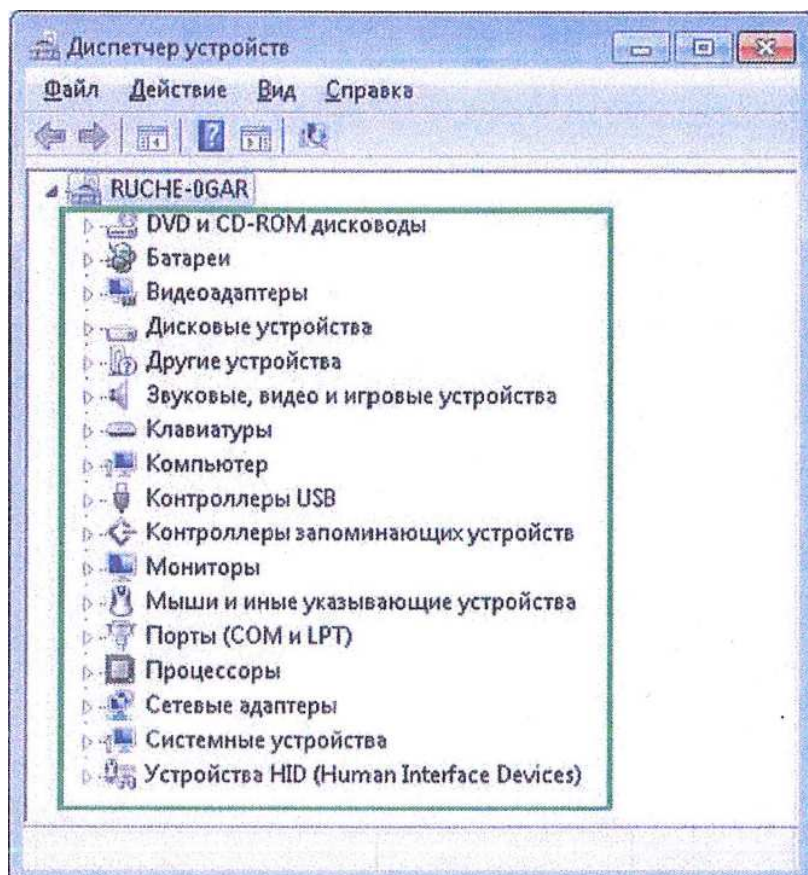

Рисунок X.6.6 – Проверка списка устройств после удаления
3) Убедиться, что раздел «HART Modem Driver Class» отсутствует в списке устройств (рисунок X.6.6).